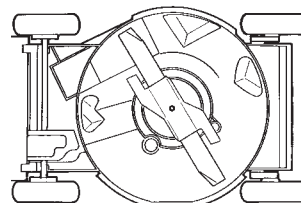

Abbildung 19
- Den Rasenmäher auf die linke Seite kippen (Abb. 19).